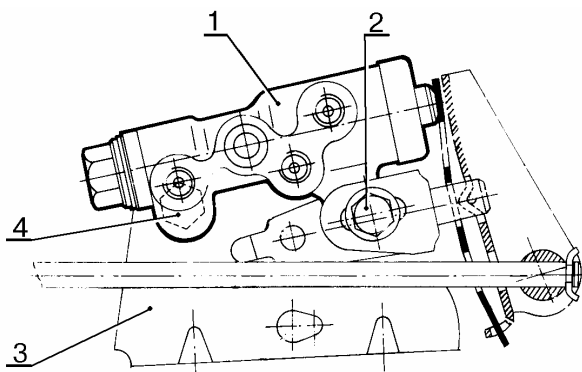

Рис.47.
- ослабить болты 2 и 4, рис. 47, крепления регулятора давления 1 к кронштейну 3 (ключ гаечный 13);
- затянуть болты 2 и 4, рис. 47, крепления регулятора 1 (ключ гаечный 13).